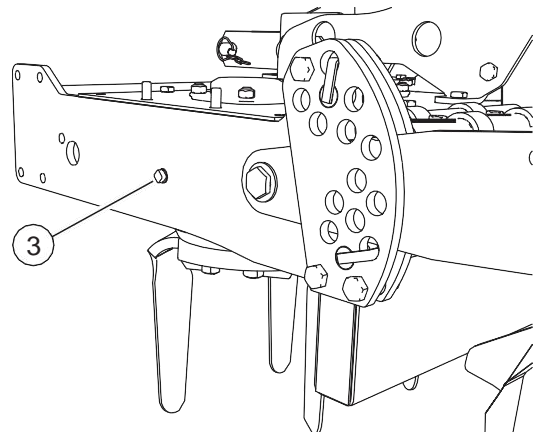

FIG. 29
- Placera en behållare under oljeavtappningspluggen (3, "fig. 29").